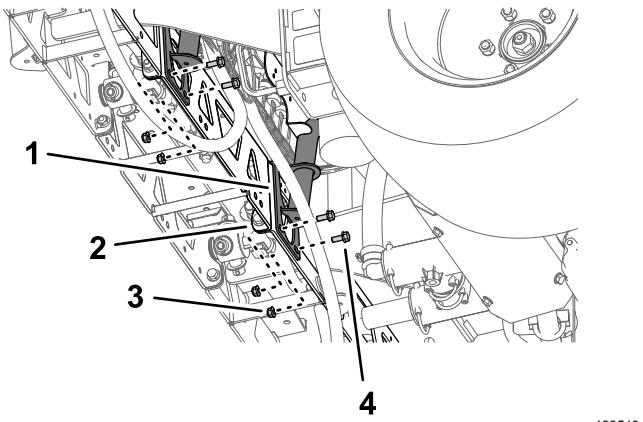

**Bild 108**
1. Verwenden Sie eine Hebevorrichtung mit der angegebenen Kapazität, heben Sie die Ventilbefestigung und das Sprühventil an und fluchten sie über dem mittleren Auslegerabschnitt aus (Bild 108).